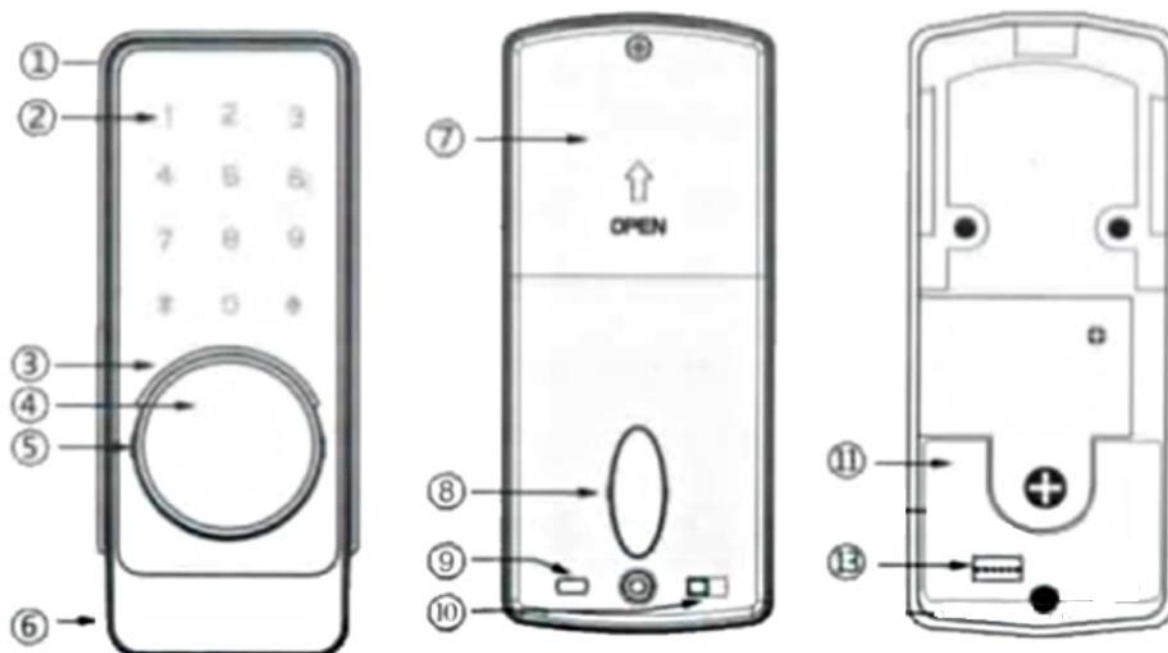

Figura 2: EZYLOCK – estrutura
Teste: Gire o botão no painel traseiro para garantir que a trava abra e feche suavemente. Insira a chave mecânica para verificar se a fechadura abre e fecha suavemente. Pressione o "botão de destravamento" (consulte a Figura 2 - item 9) para abrir a porta e confirmar o movimento suave da trava para dentro e para fora da caixa. Se houver algum problema, como rigidez ou desalinhamento, ajuste-o até que funcione sem problemas.